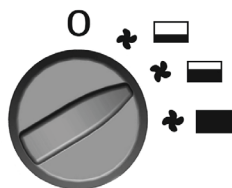

FIG. 2
- **Fig. 2** – Medelhög kapacitet